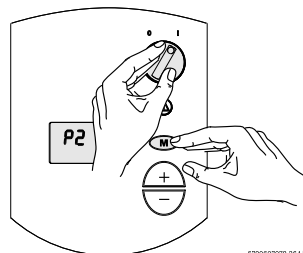

Fig. 43
- ▶ Pendant que vous gardez la touche de programmation (M) enfoncée, déplacez l'interrupteur marche-arrêt à la position de marche (I) (voir Fig. 43). Dès que " 188 " clignotera dans la fenêtre d'affichage, relâchez la touche de programmation. Vous devriez maintenant voir " P2 " apparaître.